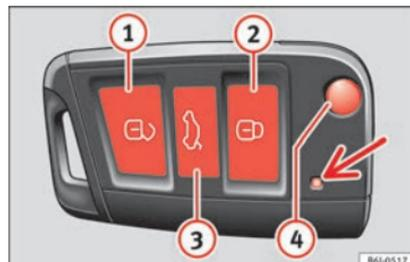

Fig. 122 Botões da chave com comando à distância.
Com a tecla **4** » » Fig. 122 do telecomando, destranca-se o palhetão da chave.
Destrancagem do veículo **4** » » Fig. 122 **1**.
Trancagem do veículo **6** » » Fig. 122 **2**.
Destrancagem da porta da mala. Pressione o botão **3** » » Fig. 122 **3** até que todas as luzes indicadoras de mudança de direção do veículo pisquem durante breves segundos. Ao pressionar o botão de destrancagem **3** **3**, dispõe de 2 minutos para abrir a porta da mala. Uma vez decorrido este tempo, será novamente trancado.
Além disso, a luz de controlo da pilha da chave » » Fig. 122 (seta), pisca.
- Pressione o botão **8** **2** » » Fig. 122 do comando à distância.
- Pressione o botão **4** **1** » » Fig. 122 do comando à distância.